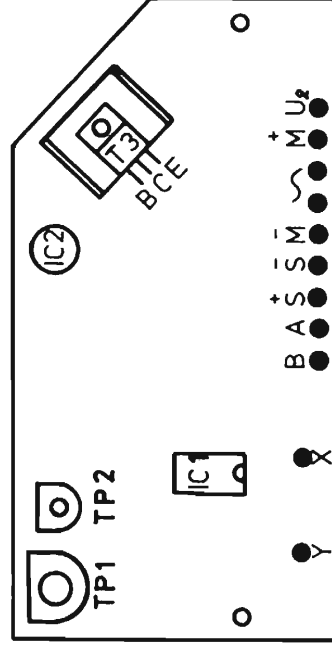

Bild 2
Im Fall A das Trimpotentiometer TP 1 (Bild 2) von unten um etwa 90° bis 120° im Gegenuhrzeigersinn drehen, das Gerät einschalten und TP 1 langsam im Uhrzeigersinn verstellen, bis das Gerät ausschaltet.
- Neueinstellung:** Voltmeter anschliessen, Minuspol an M—, Pluspol an X auf der Printplatte. Gerät einschalten (Drehzahl 33 $\frac{1}{3}$ [min. $^{-1}$]). Tonarm auf Anfang des Feldes mit Auslaufrillen-Steigung 1,6 mm (Lenco-Prüfplatte 722, Seite A) aufsetzen. Stellt das Gerät nach einigen Umdrehungen ab, TP 2, (Bild 2) im Gegenuhrzeigersinn verstellen und Vorgang wiederholen. Der Tonarm bewegt sich nun über das ganze Auslaufrillenband. Dabei Voltmeter beobachten und höchste angezeigte Spannung ablesen (zirka 0,8 bis 2,2 Volt).
Nun Plusklemme des Voltmeters von Punkt X auf Punkt Y legen (Bild 2). Gerät einschalten, Tonarm auf der Stütze. Mit TP 2 (Bild 2) eine um 0,5 Volt höhere Spannung, als an Punkt X abgelesen, einstellen, d. h. etwa 1,3 bis 2,7 Volt. Anschliessend Kontrolle nach a und b wiederholen.